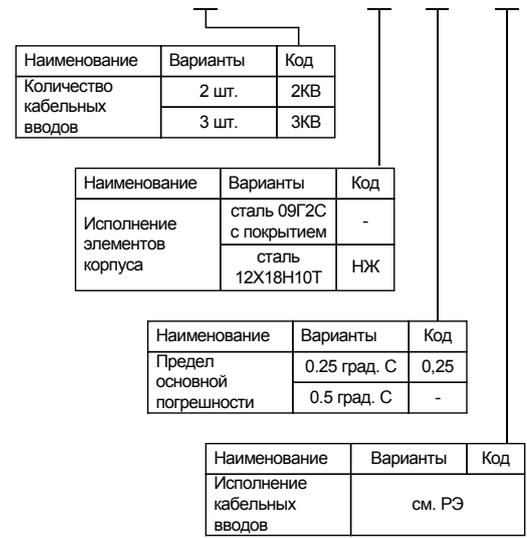

Рис.3. Обозначение ПТИ.
3) ПТИ. Обозначается в соответствии с рис. 3.